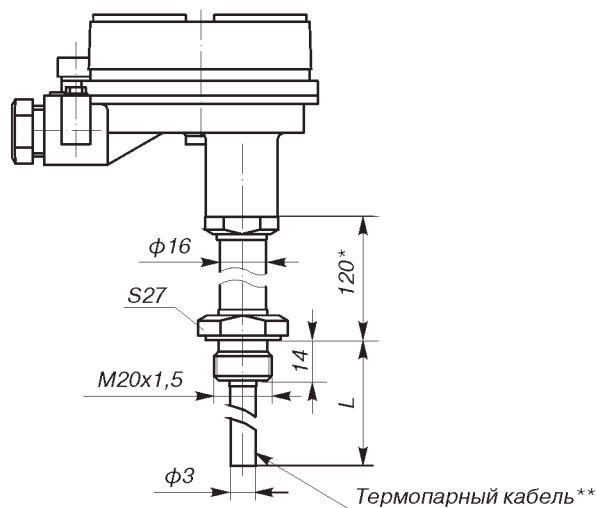

Рис. 17 (ост.см.рис.16)
- 17** по рис.17 (только Метран-281-Exia)